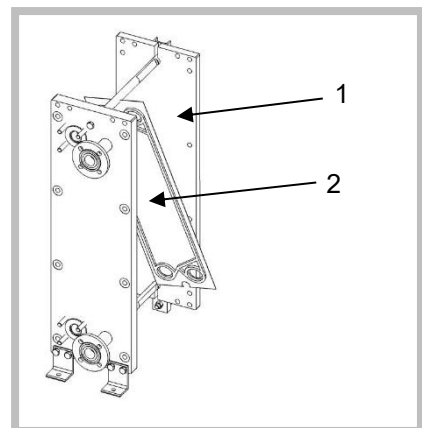

图 36
2. 请另一个人固定换热板以防止其滑动。逐一将板滑向机架盖 [1] 并使其倾斜一定的角度（图 36）。将换热板 [2] 向侧面摆动。